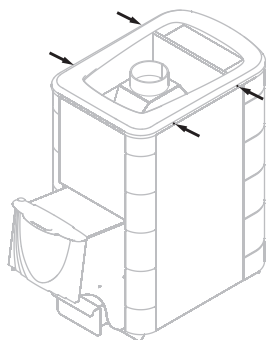

Рисунок 15. Саморезы для демонтажа рамки конвектора печи «Компакт 2013 Б»
2. Снять рамку конвектора, открутив 4 самореза (рисунок 15)